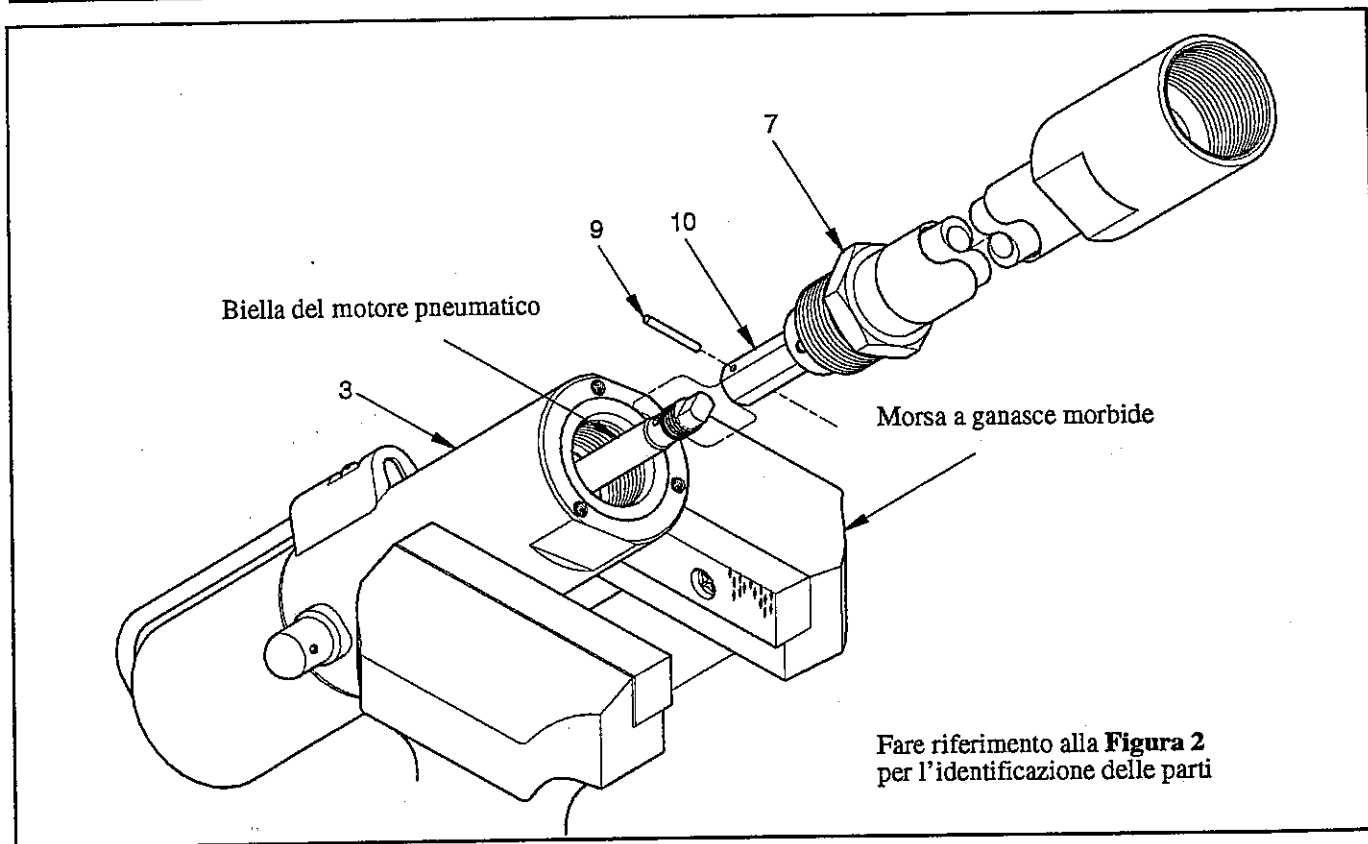

Figura 4 Separazione del gruppo tubo pompa dal motore pneumatico
1. Porre il gruppo pompa in una morsa a ganasce morbide. Vedi **Figura 4**.
2. Svitare l'adattatore del tubo (7) dal gruppo motore (3).
3. Rimuovere il perno (9) che fissa l'asta di accoppiamento (10) alla **biella del motore pneumatico**.